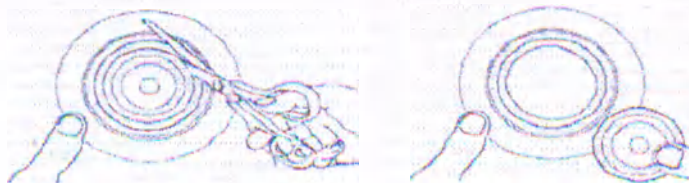

Рисунок 12
- Вырежьте отверстие в пластине адгезивной по выбранному контуру (рисунок 12). Размер вырезанного отверстия должен на 3-4 мм превышать размер стомы.